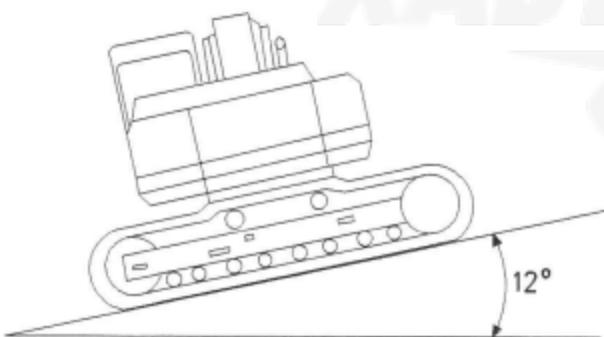

Рис. 11
- Расположите машину на уклоне в 12 градусов. Смотрите рисунок 11.